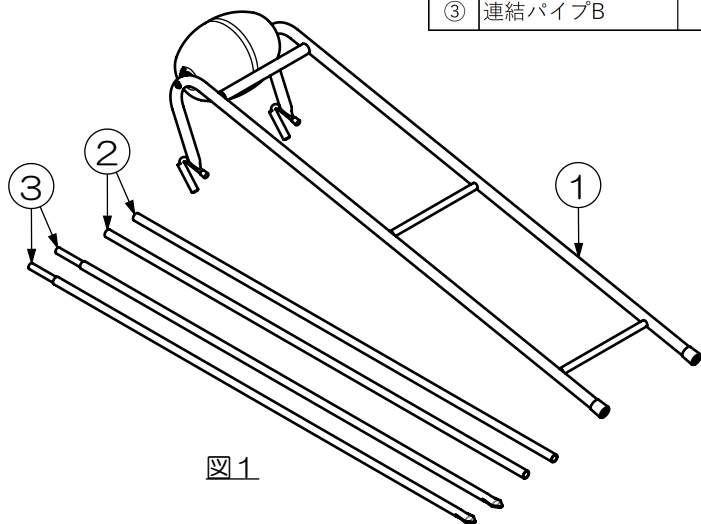
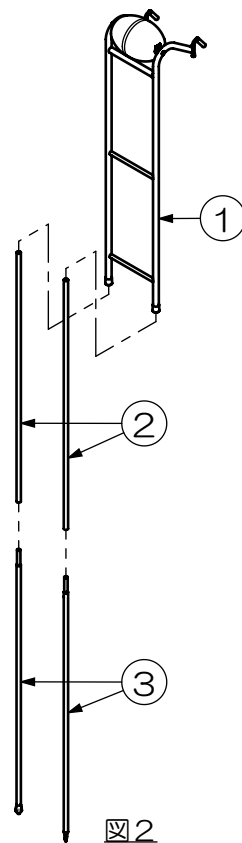

図1
図2
- 梱包されている部品類の数量を『部品一覧表』、『図1』部品図でご確認の上、『図2』の組立図を参照し組立を行ってください。